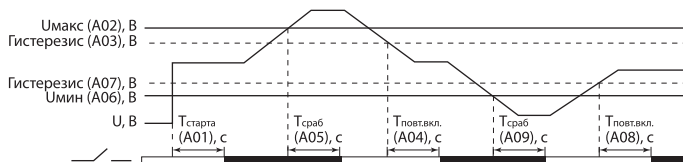

Рисунок 4. Схема работы реле при скачках напряжения сети
6.2. При расчете напряжения повторного подключения необходимо учитывать гистерезис, который в данной модели реле может программироваться в диапазоне от 5 до 75 вольт (рисунок 4).